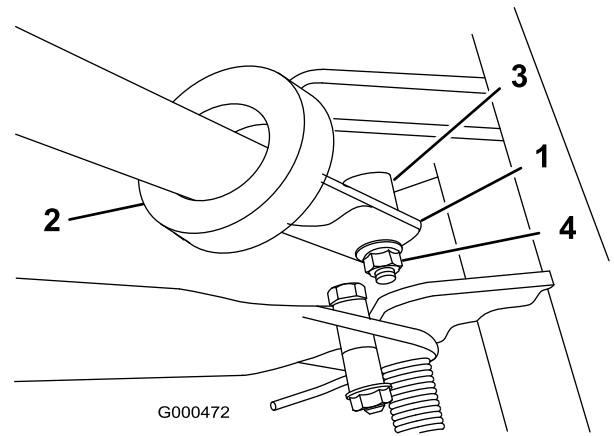

Bild 8
3. Drücken Sie die Griffenden nach innen und bauen Sie sie an der Stufe des Schwenkstifts ein (Bild 8).
4. Befestigen Sie den Griff mit der Sicherungsbundmutter und dem Schwenkstift an der Schraube (Bild 8).
2. Schieben Sie die Griffenden durch die Schlitz in den Griffstützarmen (Bild 8).